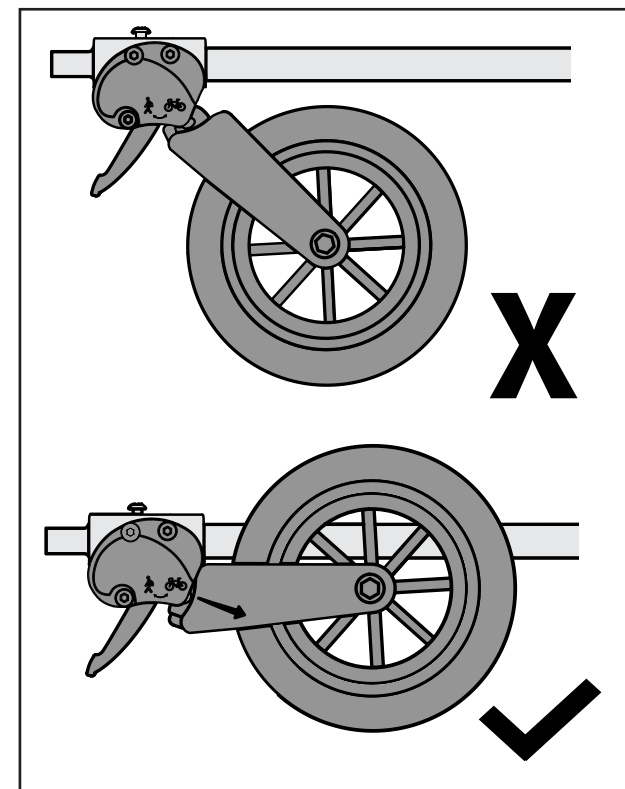
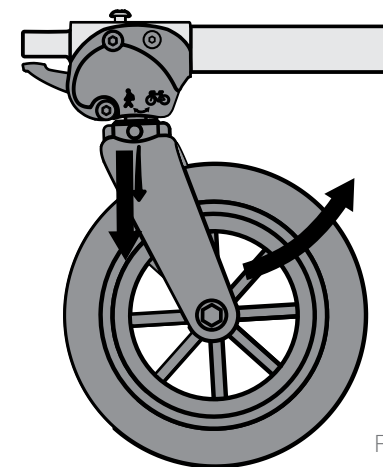

Figura 17
Figura 16
1. Tire de la horquilla hacia abajo (Figura 16) y gire para entrar en el modo de cochecito tal como se muestra. La horquilla quedará automáticamente bloqueada en la posición de remolque cuando esté colocada correctamente (Figura 17).